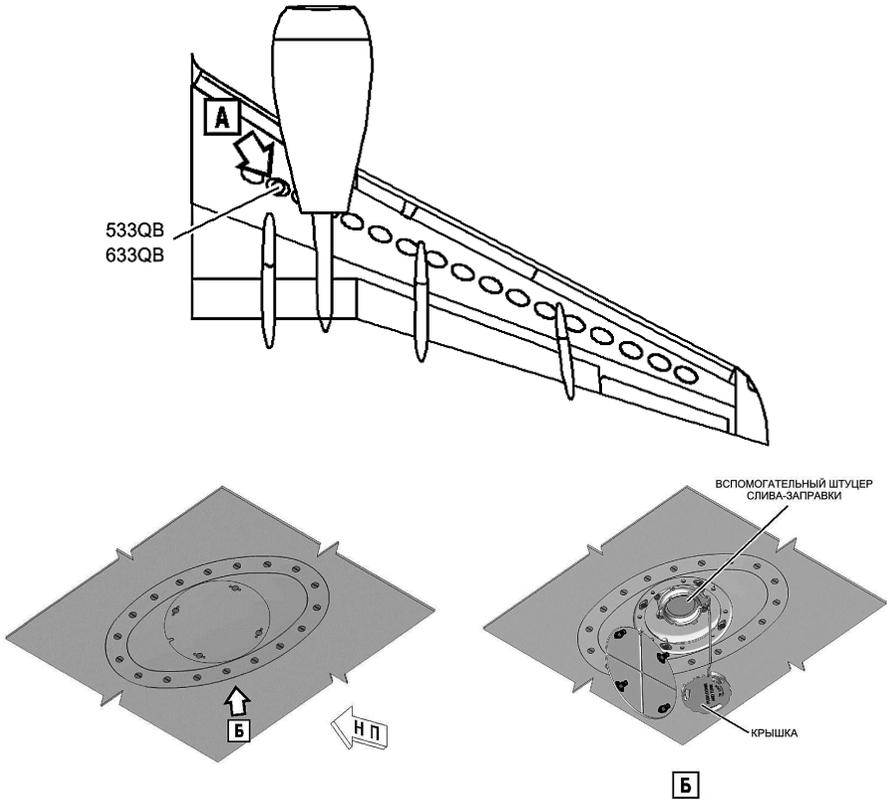

Рис. 14. Вспомогательный штуцер слива- заправки.
8. Повторите действия по пп. (1)–(6) для правого крыльевого бака.
9. При необходимости, заправьте центральный бак через любой вспомогательный штуцер слива- заправки (рис. 14). При заправке центрального бака во избежание выплеска топлива из дренажного бака (баков) контролируйте попадание топлива в дренажные баки с помощью приспособления для слива отстоя через клапаны слива отстоя. В случае появления топлива в каком-либо дренажном баке заправку прекратите, слейте топливо из дренажного бака и дальнейшую заправку производите с пониженным давлением.